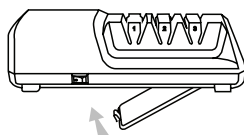

Abbildung 11
- 3) Installieren Sie den Staubbehälter zurück: Schließen Sie den Staubbehälter, siehe Abbildung 11.